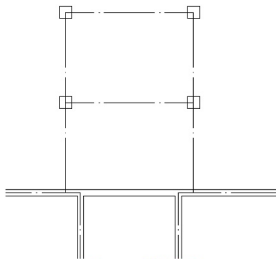

图 2.55 复制柱子
③ 在**指定第二个点或 <使用第一个点作为位移>**: 提示下, 分别捕捉⑩轴线和⑥轴线的交点、⑤轴线和⑥轴线的交点、⑤轴线和⑦轴线的交点, 这样便复制出另外 3 个柱子, 如图 2.55 所示。
(2) 学习【复制】命令一定要理解基点的作用, 基点的作用是使被复制出的对象能够准确定位, 所以基点 A (⑩轴线和⑥轴线的交点) 必须准确地捕捉到 (注意一定打开【对象捕捉】功能)。